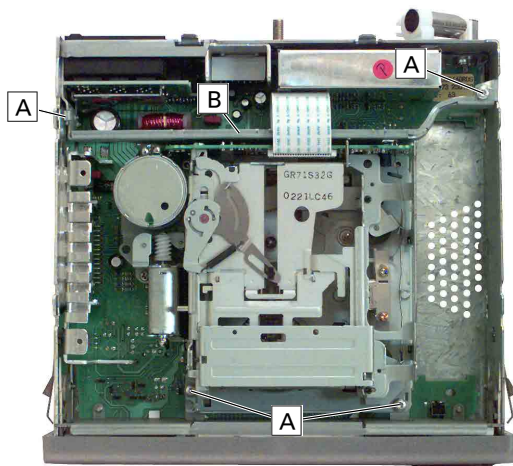

Fig. 2.1
- 4 Schrauben **A** (Fig. 2.1) herausschrauben und Laufwerk mit Traverse **B** herausnehmen.
- Undo 4 screws **A** (Fig. 2.1) and take out the tape drive together with the cross arm **B**.